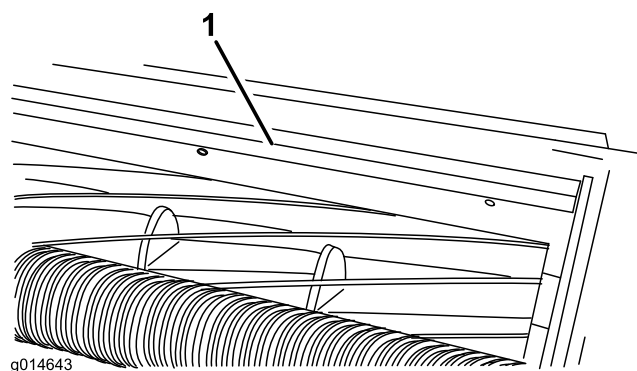

Figura 11
1. Desaperte os parafusos que fixam a barra superior (Figura 11) à unidade de corte.